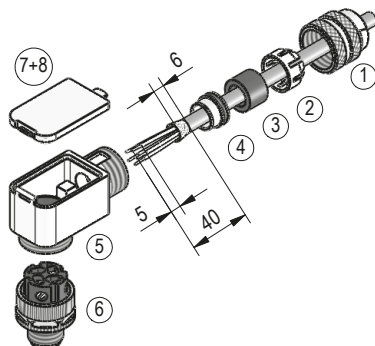
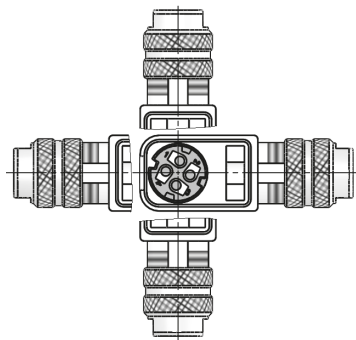

Abb. 4: Gegenstecker M12 D-kodiert gewinkelt
Abb. 5: Winkelstellungen
- Zubehör SIKO Art.Nr. "87600" M12 D-kodiert (Stift 4 pol. Bus) (**Abb. 4 + Abb. 5**).
#### Montage (**Abb. 4**)
### Ändern der Winkelstellung (Abb. 5)